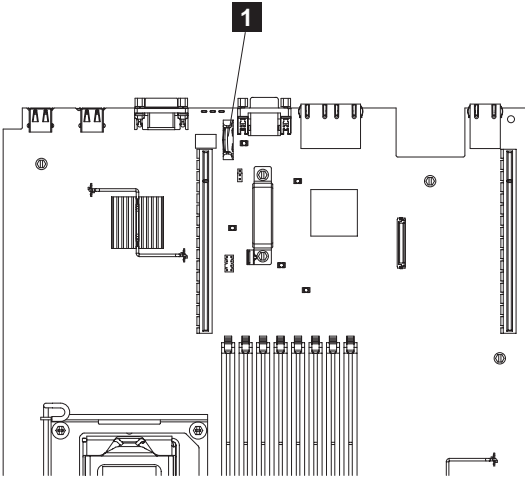

図 137. SAN ボリューム・コントローラー 2145-CG8 または 2145-CF8 CMOS バッテリー・ホルダーの位置
2. システム・ボード上のバッテリーを見つけます。図 137 は、システム・ボード上のバッテリーの位置を (1) 示しています。